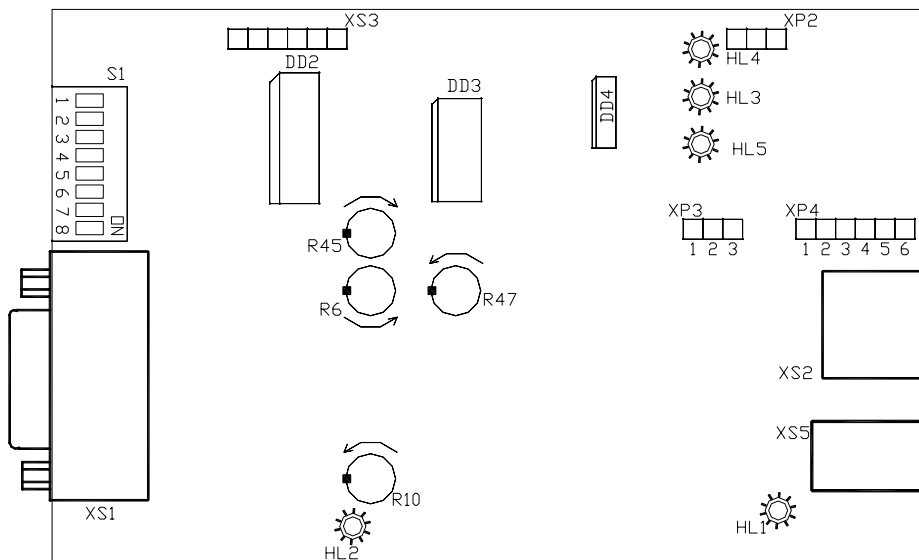

Рис. 2
4.7. На рис. 2 изображены элементы управления и индикации СПК. Стрелками указано направление увеличения сигнала.